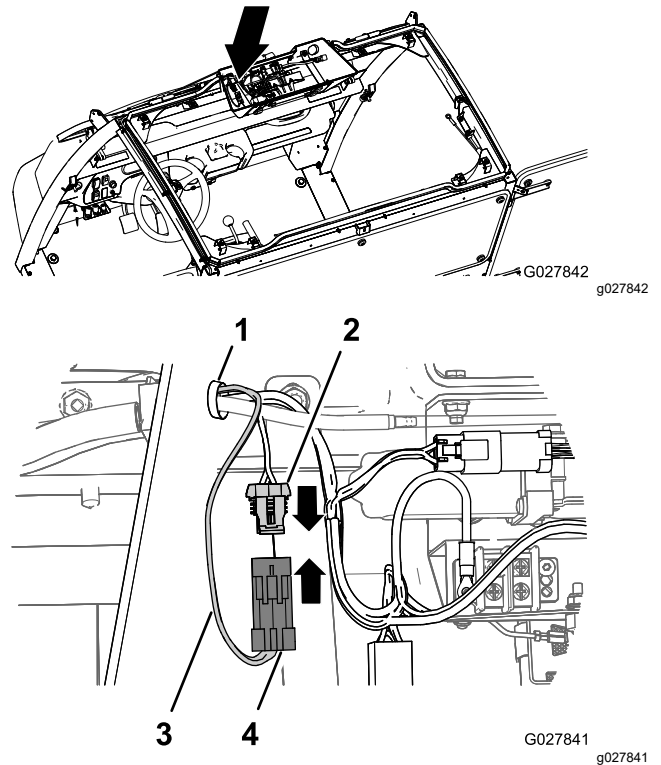

図 25
1. 頭上コンソール部で、ワイヤハーネスについている2ピンコネクタ ウォッシャーポンプ用を、コンソールの穴に通す 図 25。
2. ウォッシャーポンプ用ワイヤハーネスの2ピンコネクタを、キャブのワイヤハーネスの2ソケットコネクタに合わせる 図 25。
3. コネクタどうしを接続する。相互ロックするまで完全に押し込むこと 図 25。
4. ワイヤハーネスの2ソケットコネクタウォッシャーポンプ用を、キャブのフレームの前部にある電球用シールに沿って、を頭上コンソールの左側へ導く 図 25。